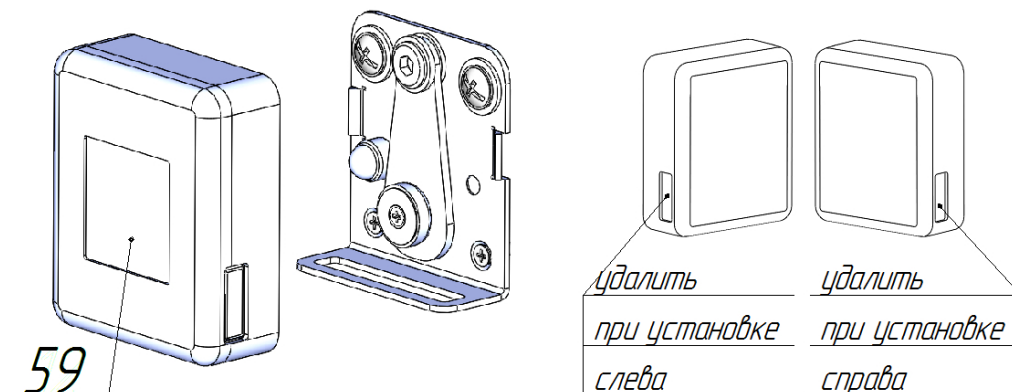

Рис.21
21. Поле успешного завершения регулировок нажатием удалить заглушку бокового отверстия на кожухе поз.59 с надписью «правый», если механизм поз.58 установлен на правой боковине короба. (см.рис.21). Соответственно, удалить заглушку с надписью «левый», если механизм фиксации поз.58 на левой боковине. (см.рис.21).